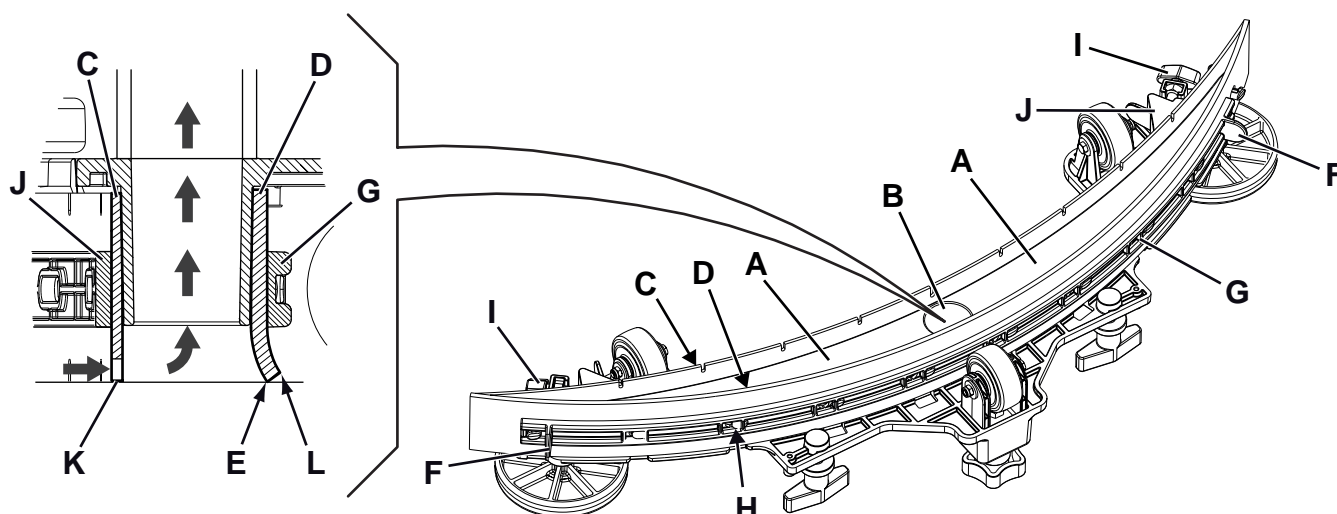

Рис. 11
2. Убедитесь, что машина отключена и ключ оператора (41) извлечен.
3. Ослабьте маховики (14) и снимите швабру (29).
4. Вымойте и очистите швабру. В частности, очистите отсеки (А, Рис. 11) и отверстие (В). Проверьте состояние переднего (С) и заднего (D) скребков. При наличии повреждений замените их, как показано ниже.
2. Проверьте состояние переднего (С, Рис. 11) и заднего (D) скребков. При наличии повреждений замените их, как показано ниже. Проверьте, не изношен ли передний угол (Е) заднего скребка; в противном случае переверните скребок, чтобы поменять местами изношенный угол с целым. Если и другие углы изношены, замените скребок в следующем порядке:
- Используя переключку (F) выдвиньте и снимите эластичную планку (G), а затем поверните или замените (H) задний скребок (D).
- Отвинтите маховики (I) и снимите планку (J), затем поверните или замените передний скребок (C).
3. Установите швабру (29) и закрутите маховики (14).
- Убедитесь, что край (K) переднего скребка (C) и край (L) заднего скребка (D) размещены как показано на рисунке.
- Используйте рукоятку (15) для регулирования.